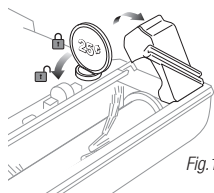

Fig. 10
- 4 Utiliser une pièce de monnaie pour enlever le couvercle d'accès du rouleau afin de retirer celui-ci pour le nettoyer ou le remplacer. (Fig. 10)